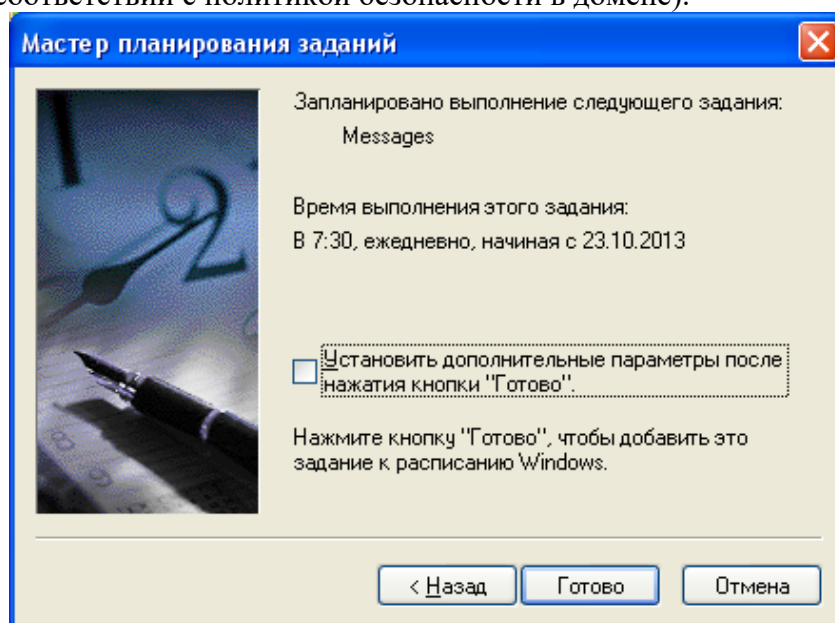

Рис. 15
7) Введите имя и пароль и нажмите кнопку **Далее**. Откроется окно (рис. 15). Для пользователя, от имени которого выполняется назначенное задание, должен быть разрешен вход в качестве пакетного задания (в соответствии с политикой безопасности в домене).